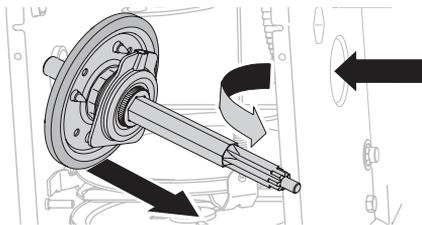

Figure 88
6. Inclinez l'arbre hexagonal vers la gauche avant de faire sortir la roue de friction de l'arbre. Voir Figure 88.